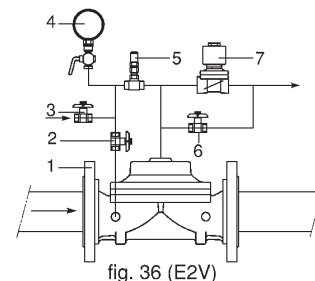

fig. 36 (E2V)
Valvola / Valve E2V (fig. 36)
Le valvole Maxomatic tipo E2V – E3V sono valvole ad apertura rapida con una valvola a solenoide a 2 vie (E2V) oppure con una valvola a solenoide a 3 vie (E3V). Entrambi i tipi possono essere equipaggiati con vari accessori. La differenza sostanziale tra i due tipi è che con il tipo E3V l'azionamento della valvola a solenoide provoca lo scarico di tutta l'acqua sopra la membrana, con conseguente apertura totale della valvola principale, mentre col tipo E2V l'apertura della valvola a solenoide provoca lo svuotamento della camera sopra la membrana, ma anche una perdita continua di liquido fino alla sua richiusura. Negli impianti antincendio, in alcuni casi, è richiesta la pressurizzazione della camera membrana utilizzando la pressione presa prima della saracinesca che è installata a monte della valvola E2V. La valvola a sfera pos. 3 (fig. 36) serve a questo scopo.
In the fire-fighting systems, it is required, for some cases, the diaphragm chamber pressurization by using the pressure taken before the gate installed upstream the E2V valve. The ball valve – item 3 (fig. 36) – is used for this purpose.